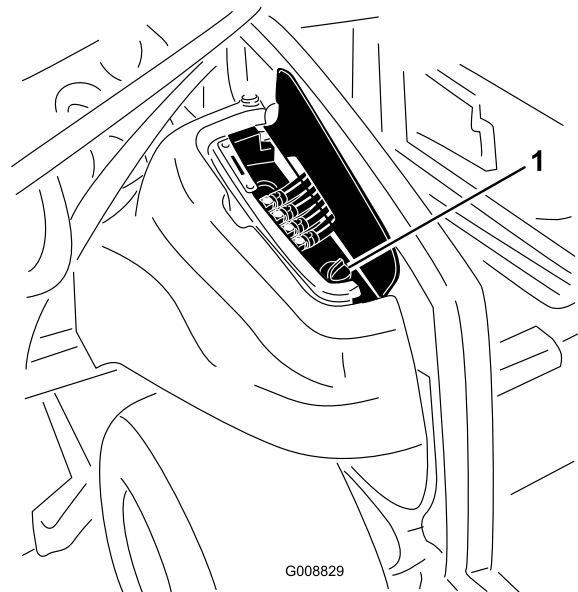

Figure 82
2. Du côté droit de la machine, soulevez le couvercle d'accès pour exposer le bouchon du réservoir hydraulique (Figure 82).
3. Nettoyez la surface autour du goulot et du bouchon de remplissage du réservoir hydraulique (Figure 82). Enlevez le bouchon du goulot de remplissage